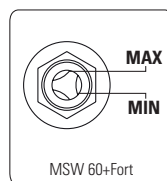

FIGURA 9.7
Óleo lubrificante (1) (compressor MSW 60+Fort) (Figura 9.7)